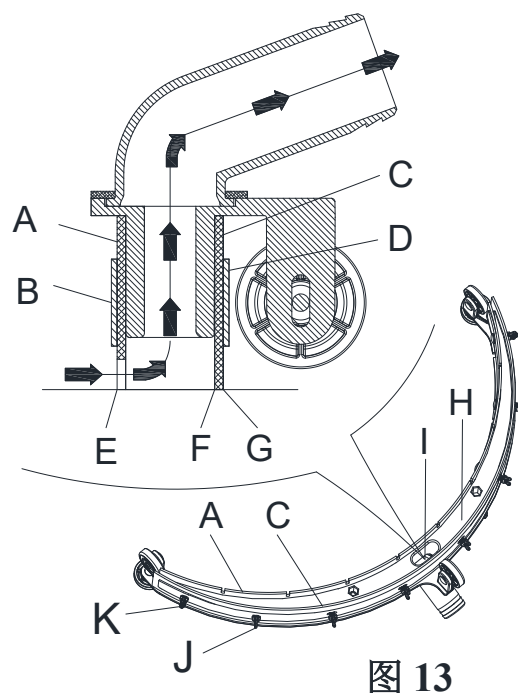

图 13
2. 检查前刮条 (A, 图13) 的边 (E) 和后刮条 (C) 的边 (F), 它们应该处于同一水平线上。否则通过以下的步骤调整它们的高度。
- 松开所有的蝶形螺母 (J), 调整前刮条 (A) 和后刮条 (C), 然后再扭紧所有的蝶形螺母。
3. 检查前刮条 (A, 图13) 和后刮条 (C) 是否已磨损, 是否有缺口和裂痕。必要的话按照下面的方法更换它们。检查刮条前面的边 (E) 和 (F) 是否已磨损, 如果已经磨损, 而上面的边是完整的时, 可以把它上下颠倒安装, 如果上面的边也磨损了的话, 通过以下的步骤更换它:
- 松开并取下所有的蝶形螺母 (J) 和螺杆 (K), 取下前夹条 (B), 然后更换或上下颠倒前刮条 (A), 按照与拆下相反的顺序安装好前刮条。
- 松开并取下所有的蝶形螺母 (J) 和螺杆 (K), 取下后夹条 (D), 然后更换或上下颠倒后刮条 (C), 按照与拆下相反的顺序安装好后刮条。在刮条更换或颠倒安装以后, 按照前面所说的步骤调整前后刮条的高度处于同一水平线上。
4. 安装水刮 (E, 图13) 拧紧水刮固定把手 (D)。
5. 将吸污管 (B, 图13) 连接到水刮的接头 (C) 上。